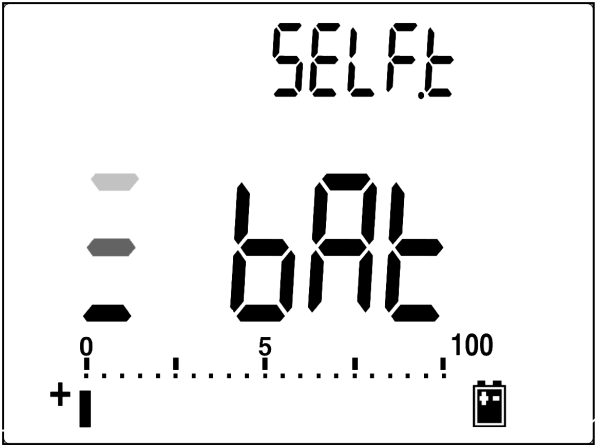

图 5-3 自测试
- 5 在按下 **SHIFT** 按钮或自启动按钮后，万用表将进行自测试以检查万用表内部的电池是否为充电电池。自测试需要 2-3 分钟时间。在自测试期间，请不要操作任何按钮。将会显示一条消息，如图 5-3 中所示。